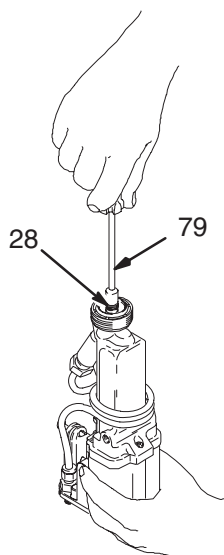

Fig. 23
3. Extraire le sous-ensemble garniture (28) à l'aide de la clé à pipe droite de 9 mm (79). Voir la Fig. 23.